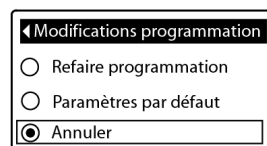

FIG.85
7. Appuyez sur SELECT (O) pour afficher le menu **Refaire programmation** (Figure 85).
8. Si un point noir figure déjà en face de l'option souhaitée (Figure 85), passez à l'étape 9. Sinon, appuyez sur DESCENDRE (▼) ou MONTER (▲) pour parcourir jusqu'à l'option souhaitée, puis appuyez sur SELECT (O) pour valider votre sélection.